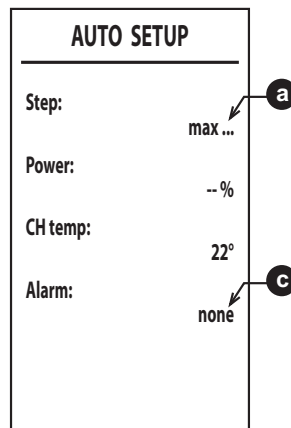

fig. 53
6. Dopo l'accensione, il bruciatore si posiziona in riscaldamento alle varie potenze (max, med, min) indicate dal punto **a** (fig. 53).
8. Qualora la sequenza di accensione descritta al punto “6” non sia andata a buon fine, compare la scritta **max_err** al punto **a** e un codice di errore al punto **c** (fig. 53).